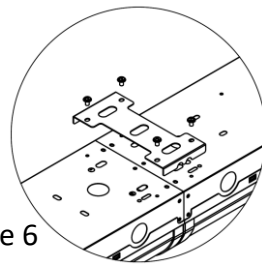

Figure 6
6. **Montage en rangée continue:** Si un montage en rangée continue est souhaité, retirez les ouvertures défonçables aux extrémités des luminaires contigus et fixez le support de menuiserie Wrap FVL 65624 en option au sommet des luminaires contigus à l'aide des vis fournies (Figure 6). Notez que la rangée de luminaires doit être supportée à chaque extrémité de la rangée et à chaque support de menuiserie.